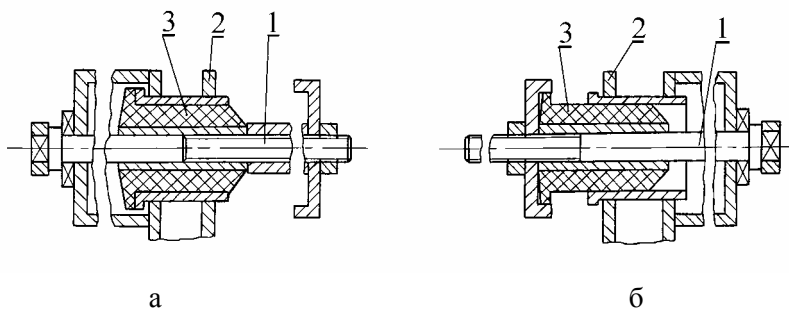

Рис.10. Схема выпрессовки (запрессовки) шарнира рычага задней подвески:
7.1.18 Установить приспособление 1, как показано на рис.10а, и выпрессовать шарнир 3 из рычага 2 (приспособление 67.7823-9537, вороток, удлинитель).